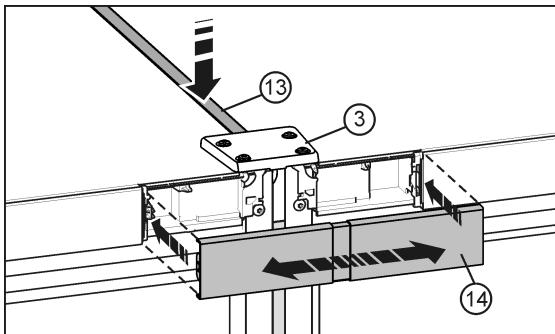

Fig. 27
- ▶ Sur la face supérieure, pousser la baguette courte Fig. 27 (13) dans la fente. La baguette doit affleurer sur la face avant avec la plaque de jonction Fig. 27 (3).
- ▶ Faire encliquer le cache Fig. 27 (14) sur l'espace encore ouvert des deux caches du panneau de commande. Veiller à ce que les parois extérieures du cache affleurent avec les caches du panneau de commande. A cet effet, le cache est télescopique.